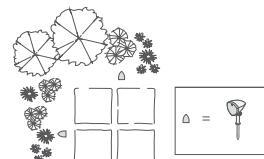

Figure 1
- Utilisé seul, comme système stéréo ou mono-extérieur (voir Figure 1)